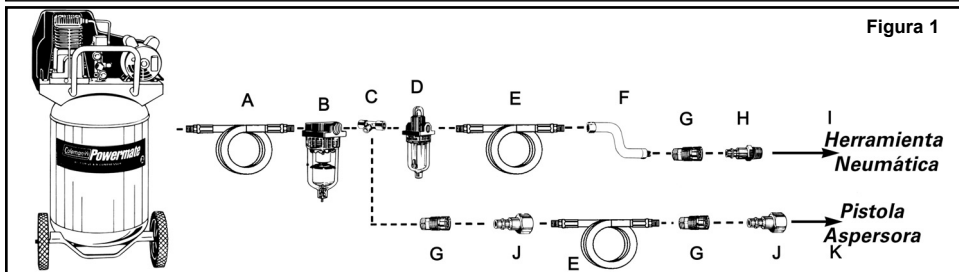

Figura 1
1. Como práctica estándar, drene el agua del tanque del compresor de aire y las tuberías de aire antes de utilizar la herramienta cada día (consulte el manual del usuario del compresor para obtener instrucciones detalladas). **NOTA: En caso de no instalar equipos adecuados de eliminación de aceite/agua, se dañará la pistola aspersora o la pieza de trabajo (ver Figura 1).**